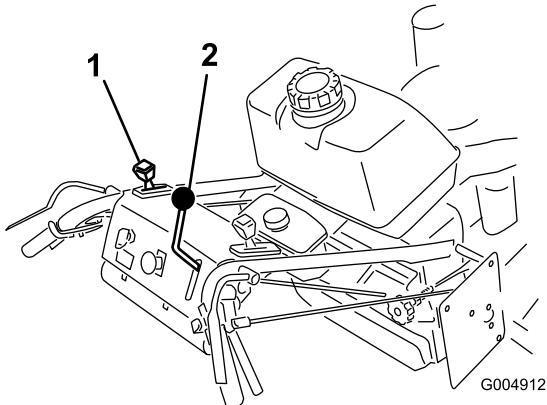

Figure 10
- Relâchez lentement les leviers de déplacement pour avancer (Figure 10).
Pour avancer en ligne droite, relâchez les leviers de déplacement également (Figure 10).
Pour tourner, serrez le levier de déplacement du côté vers lequel vous voulez tourner (Figure 10).
À partir de la position point mort, serrez lentement les leviers de déplacement pour faire marche arrière (Figure 10).